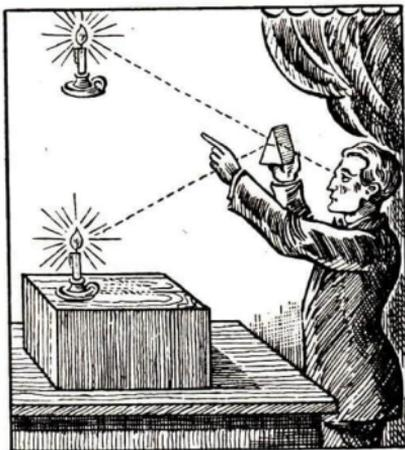

Abb. 245. Die Kerze sieht man gehoben
Vorübung: Mache den Postkartenversuch, der in Abb. 244 dargestellt ist! Stelle in den Weg des Lichtstrahles ein Prisma! [Ergebnis: Der Strahl wird um das dickere Ende herumgeknickt.] Blicke in den austretenden Strahl! [In der Rückverlängerung S' erblickt man das Bild des Spaltes S .] — Blicke durch einen Glaskeil gegen ein Kerzenlicht (Abb. 245)! Du findest es nicht sogleich. Wo erblickst du es endlich? Ergebnis:
b) Der Gegenstanderscheint stets zur brechenden Kante hin verschoben (Abb. 245).